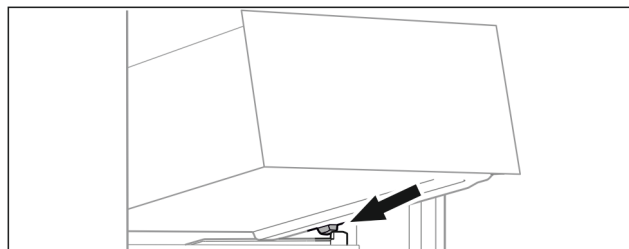

Fig. 65
- ▶ Așezați sertarul oblic în spatele opritoarelor pe nervura recipientului. (vezi Fig. 65)